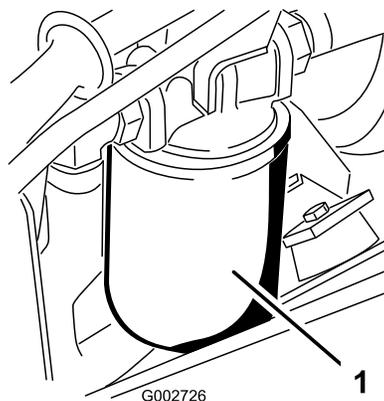

Figure 42
3. Placez un bac de vidange sous le filtre hydraulique situé du côté gauche de la machine (Figure 42).